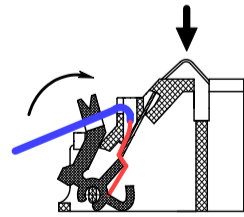

Рисунок 4
- ввести в канал провод и зафиксировать его, поджав кнопку-зажим до упора (рисунок 4);
- проверить надежность соединения, для чего необходимо надавить на изгиб контакта, имитируя нажим извещателем (рисунок 4), и потянуть провод на себя;
- завести провод в паз, расположенный на кнопке-зажиме (рисунок 4).